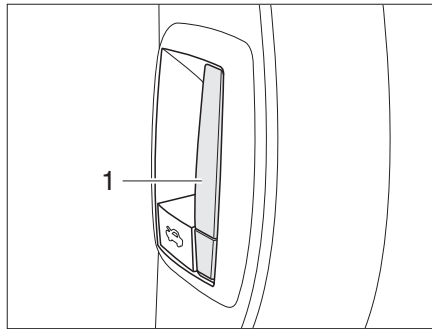

Fig. 28 Leva di sbloccaggio cofano motore interna
- Tirare la levetta (Fig. 28,1) situata sul cruscotto a sinistra della zona pilota. Il cofano motore si apre fino all'arresto del gancio di fermo.